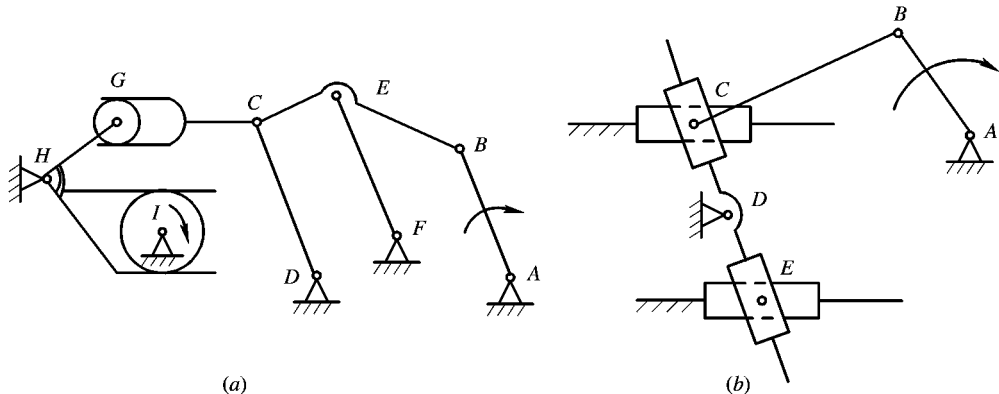

图 1.1
1.3 (8分) 计算图 1.1 所示机构的自由度，并判定机构是否具有确定的运动。